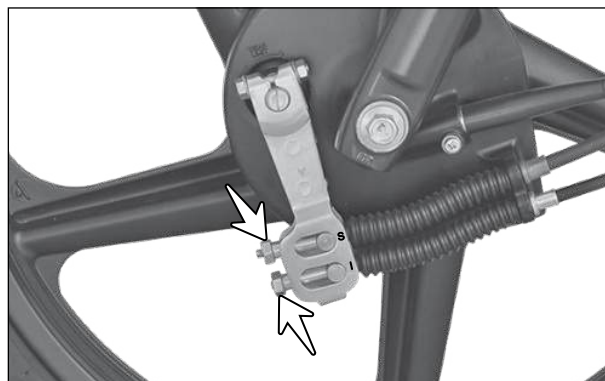

Fig. 6.96
- Remova as porcas de ajuste (setas) do freio dianteiro. (Fig. 6.96)